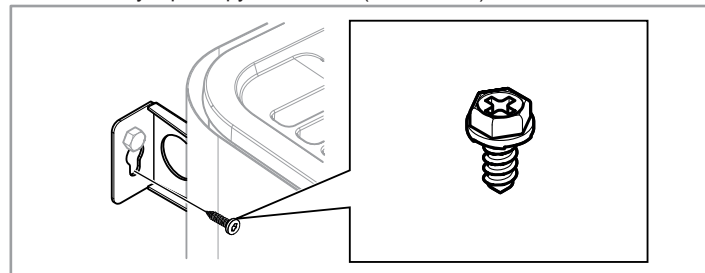

Рисунок 15: Фиксирующий винт для кронштейна
10. Зафиксируйте нагреватель в неподвижном положении, используя фиксирующий винт (см. Рис. 15).